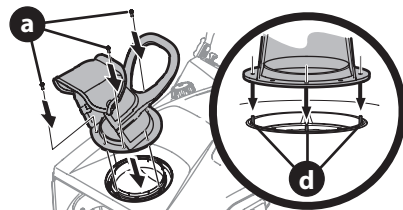

Figura 8
3. Alinee los orificios de la base del canal con las tres lengüetas (b) en el canal inferior (Figura 8, Recuadro). Fije la base del canal con los tornillos de arandela hexagonal (a) quitados en el Paso 2 (Figura 8).
3. Alinee los orificios de la base del canal con las tres lengüetas (b) del canal inferior (Figura 8, Recuadro). Fije la base del canal con los tornillos de arandela hexagonal (a) quitados en el Paso 2 (Figura 8).